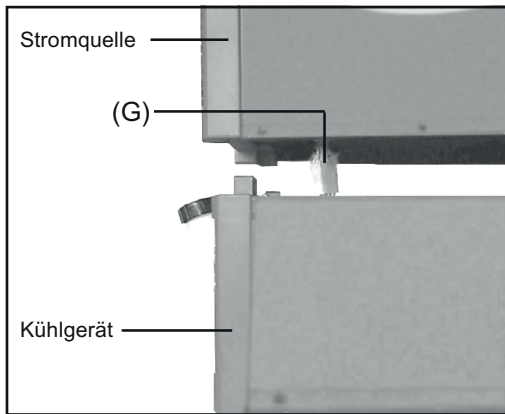

Abb.8 Steckverbindung zwischen Stromquelle und Kühlgerät lösen
- 10 Stromquelle vorsichtig anheben und Steckverbindung (G) zum Kühlgerät lösen (Abb.8)
- 11 Stromquelle vom Kühlgerät abheben (Abb.8)